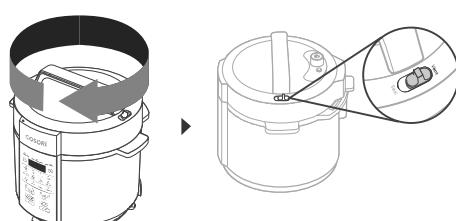

Figure 9.2
2. Refermez le couvercle sur l'autocuiseur et tournez-le dans le sens des aiguilles d'une montre pour le fixer. Placez le commutateur d'évacuation de la vapeur en position « **Vent** ». **[Figure 9.2]**